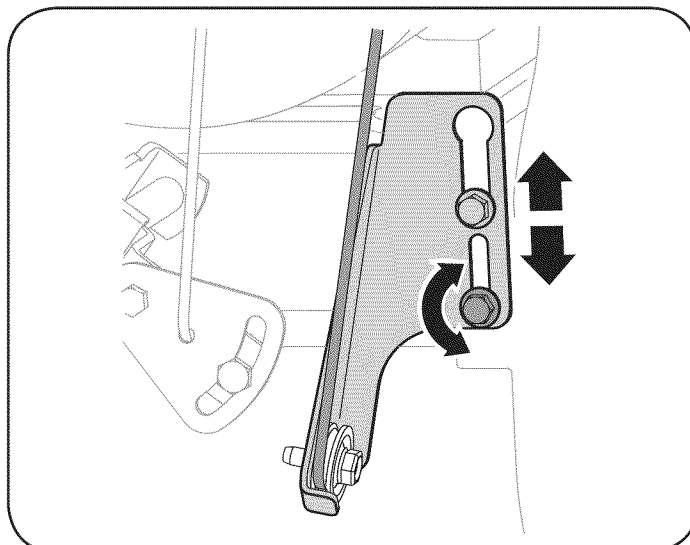

Figura 19
- b. Afloje la tuerca hexagonal inferior del soporte del cable de la transmisión. Vea la figura 19.